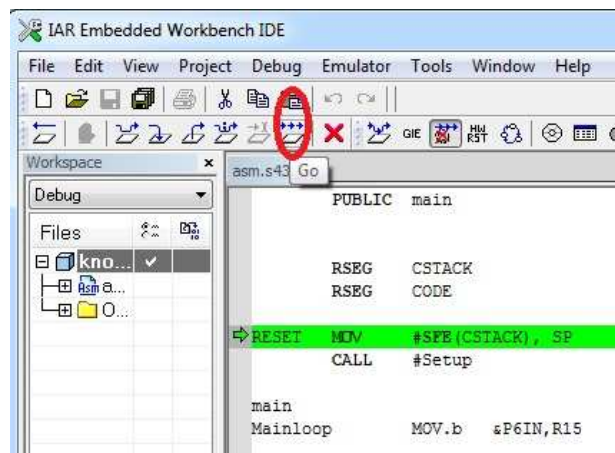

Рис. 10. Запуск программы
3.6. Запустите программу на выполнение, нажав кнопку Go (рис. 10).